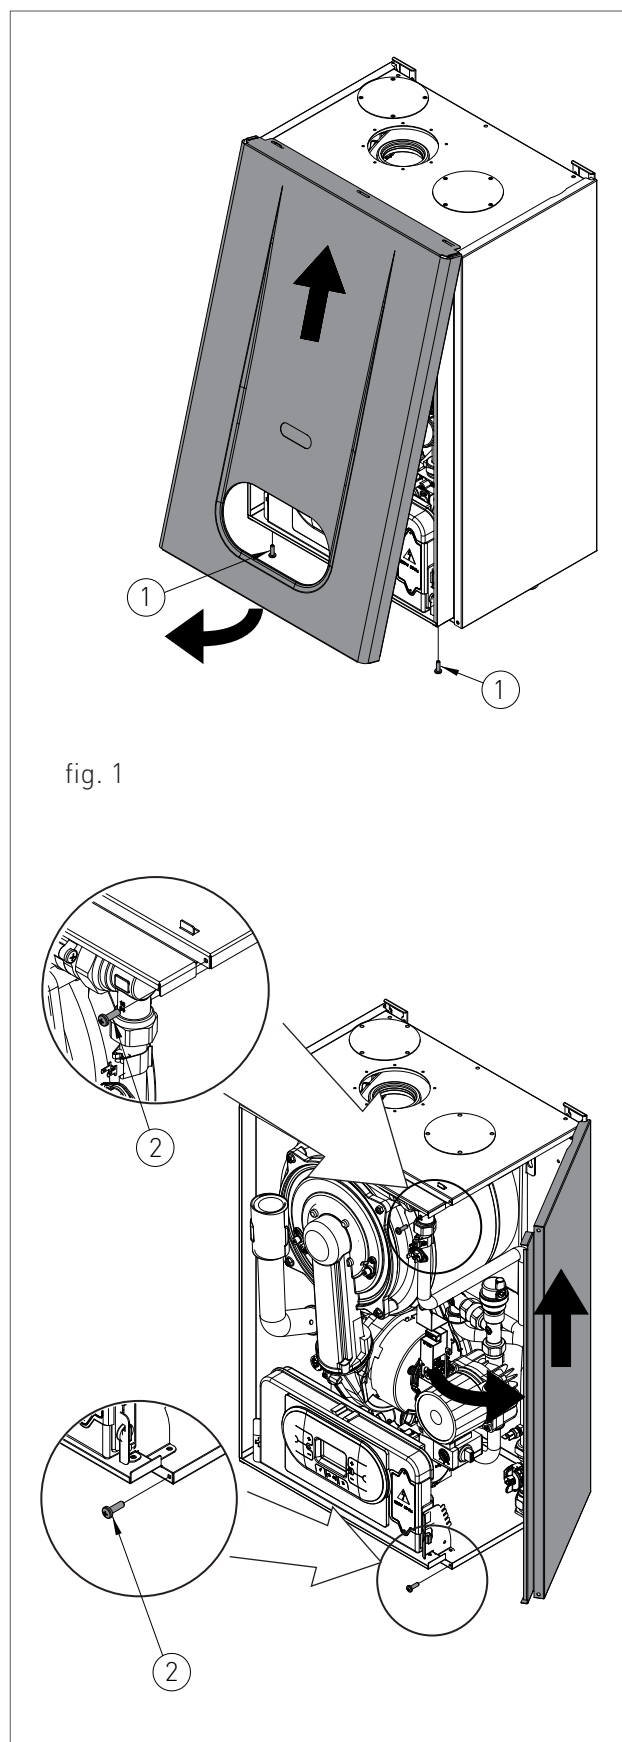

fig. 1
- › afferrare il pannello frontale nella parte inferiore e, tirandolo verso se, estrarlo con movimento verso l'alto (vedi fig. 1).
- › rimuovere le viti (2 - fig.1) di fissaggio poste nel bordo frontale del pannello laterale;
- › afferrare la base del pannello e, dopo averlo spostato lateralmente, estrarlo alzandolo (vedi fig. 1).